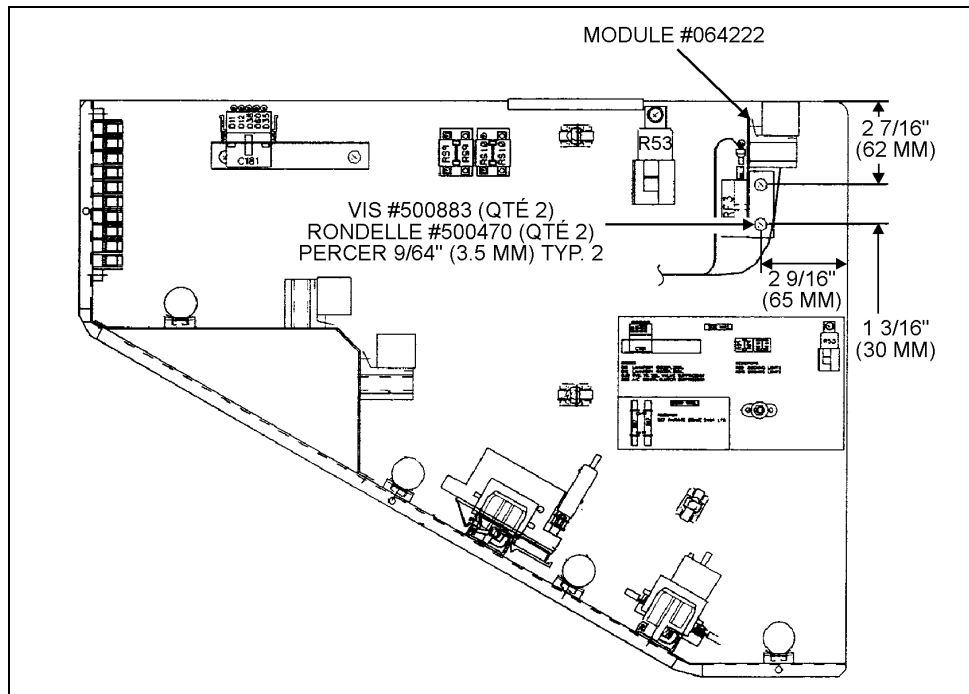

FIGURE 1
2. Localiser le panneau de montage fixé sur le mur de droite à l'intérieur du compartiment, mettre le module de contrôle pour l'embrayage du ventilateur #064222 en place tel qu'illustré à la figure 1, puis marquer la position des deux trous à percer.